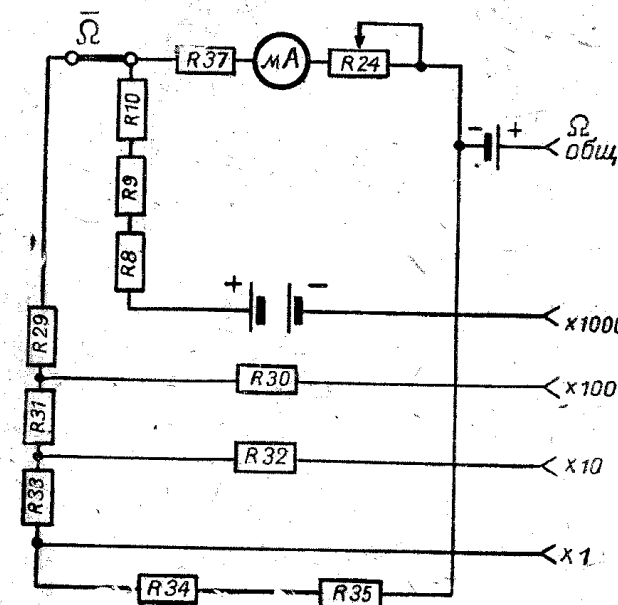

Рис. 6.
3. 6. Измерительная цепь омметра (рис. 6)